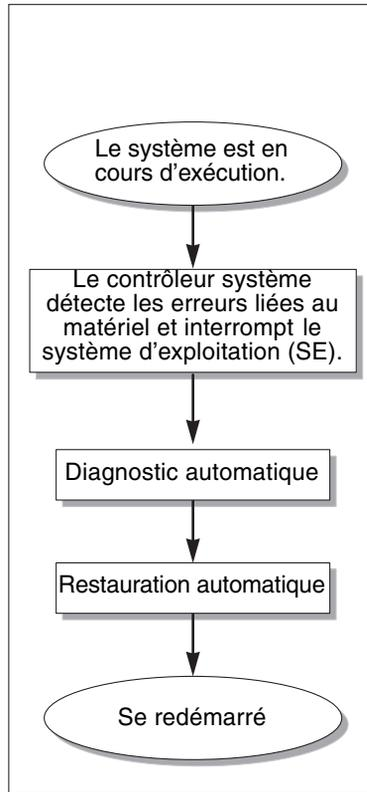

FIGURE 7-1 Procédure de diagnostic et de reprise automatiques
Selon le type des erreurs matérielles et les contrôles de diagnostic fixés, le contrôleur système effectue des étapes de diagnostic et de reprise précises, comme indiqué dans la FIGURE 7-1. Le microprogramme comporte un moteur de *diagnostic automatique (AD)*, qui détecte et identifie les erreurs liées au matériel ayant un impact sur la disponibilité du système.
Le résumé ci-dessous décrit le processus illustré par la FIGURE 7-1: